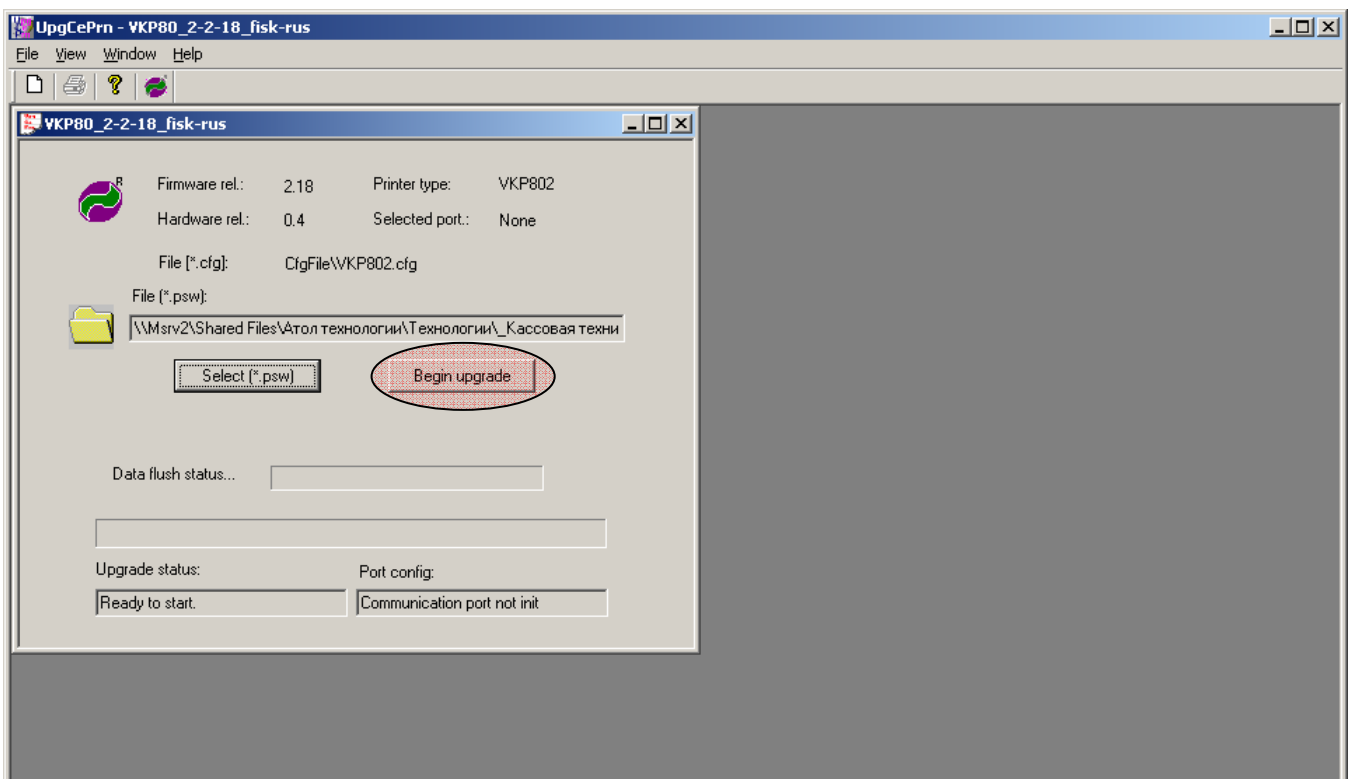

Рисунок 6 - Окно утилиты «UpgCePrn».
2.10. Далее в окне программы нажмите на кнопку «Begin upgrade» (см. рис. 6).